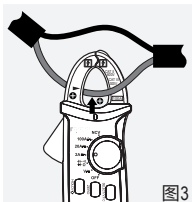

图3
- 用旋转开关开启产品并选择 **2A** 、**20A**  或 **100A**  量程。短按 **SELECT/V.F.C**(4) 可切换至直流量程。此时,显示屏上出现 < **DC** > 和 < **A** >。
- 在没有导线且电流钳表闭合的情况下,短按 **A**(9) 可将显示屏归零。归零通过一声蜂鸣声加以确认,LCD 显示屏上将出现 < **ZERO** >。短按 **ZERO** 又会将显示屏归零。要禁用此功能,请按住 **ZERO** 大约 2 秒。此时,< **ZERO** > 符号消失。这样,就可返回不进行归零的正常测量模式。
- 对于直流测量,请始终确保电流钳表的极性正确。电流钳表的正反面都有 \oplus / \ominus 极性符号。从电源 (+) 引出的电缆必须穿过电流钳表正面到达负载 (图 3)。